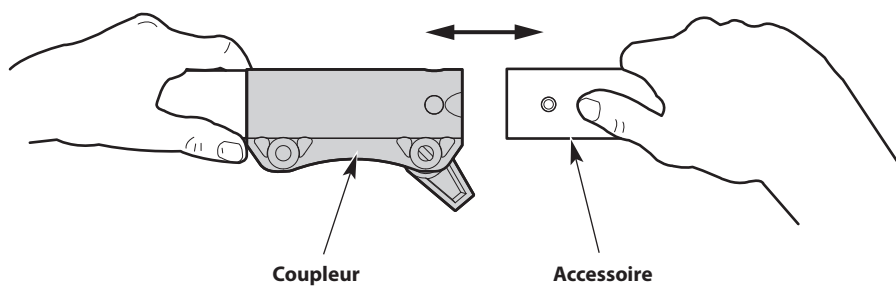
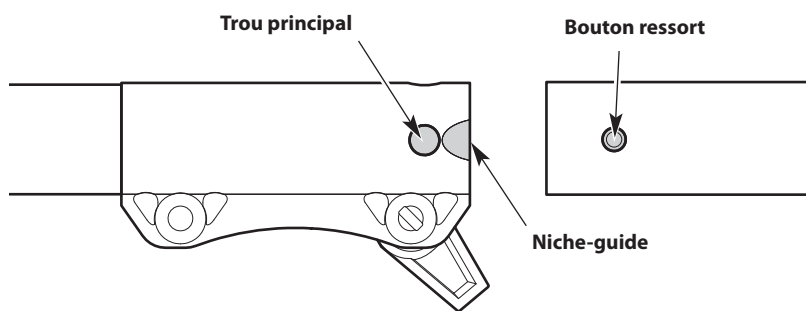

Fig. 2
Fig. 3
4. Alignez le bouton de déclenchement avec la rainure de guidage (Fig. 3).
5. Poussez l'accessoire directement dans le coupleur (Fig. 2) jusqu'à ce que le bouton de déverrouillage s'enclenche fermement dans l'orifice principal (Fig. 3).
3. Appuyez et maintenez enfoncé le bouton de déclenchement (Fig. 3).
4. Retirez l'accessoire du coupleur (Fig. 2).